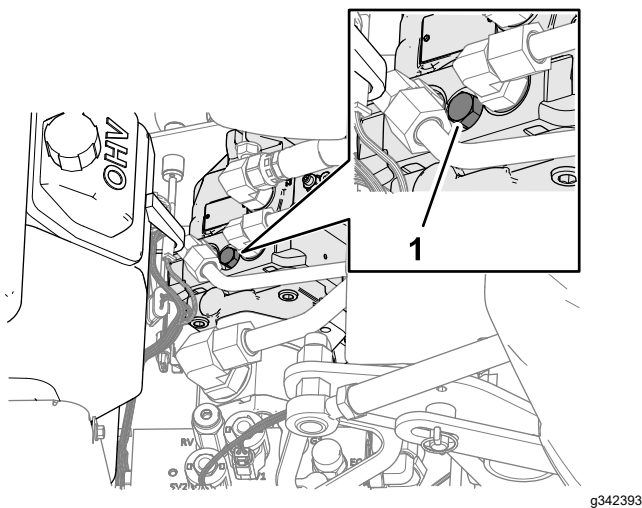

**Figura 118**
**Nota:** La posizione della copertura della valvola di bypass è mostrata nella Figura 118.